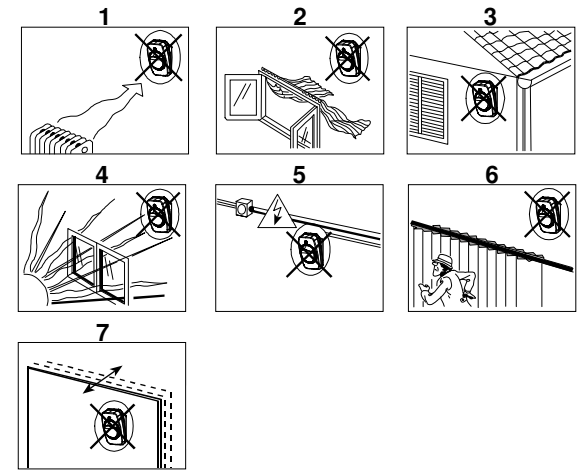

Fig. 3 - General Guidelines / Consejos generales / Conselhos Gerais
3.1 Conselhos gerais (ver fig. 3)